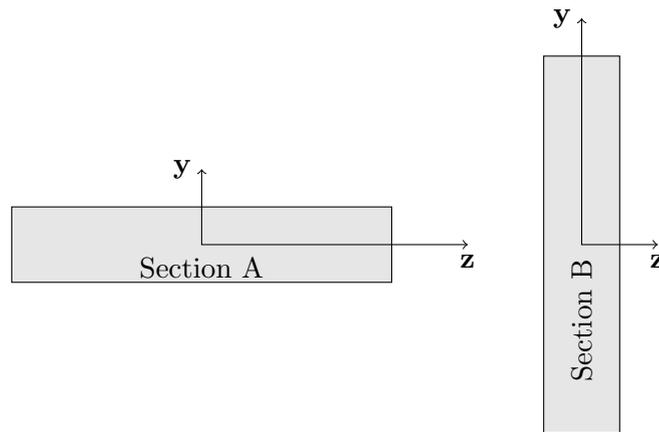

FIGURE 4: Deux sections.
12. Parmi les sections présentées sur la figure 4, laquelle minimisera le déplacement à l'extrémité? (justifier votre réponse)